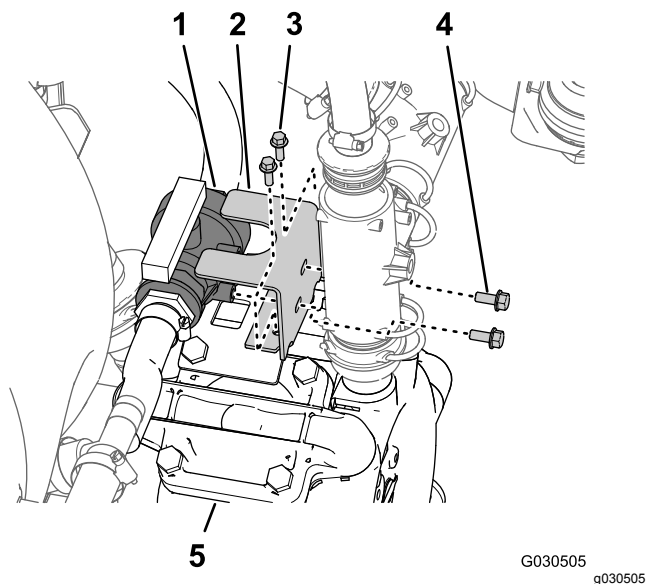

Figura 67
5. Nella parte superiore della pompa dell'irroratrice, rimuovete i 2 bulloni a testa flangiata (5/16" x 3/4") che fissano la valvola a sfera alla staffa della valvola (Figura 67).
6. Rimuovete i 2 bulloni a testa flangiata (1/4" x 3/4") che fissano la staffa della valvola alla staffa di montaggio sulla parte superiore della pompa (Figura 67).